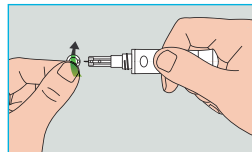

Abbildung 90
3. Setzen Sie die Kappe der Stechhilfe vorsichtig auf die Stechhilfe, und berühren Sie nicht die Spitze der Lanzette (Abbildung 90).